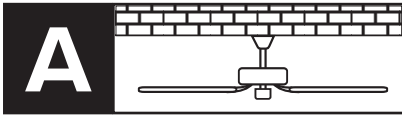

fig. A8a
**DK** fig. A8a: Skub halvkuglen (C) over hængestangen. Sæt tværstiften (B) i igen, og skub kuglen opad, indtil den sidder godt fast i kuglen.